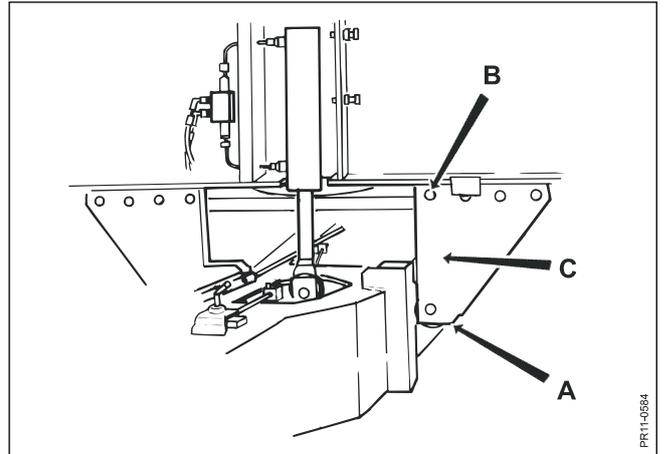

Fig. 9.8
Fig. 9.8 Die Stützrollen für den Kipprahmen (A) sollen sichern, daß kein unnötige Spiel zwischen dem Unterbau und Mischbehälter auftritt. Eine spiel- und friktionsfreie Führung garantiert eine stabile und gute Gewichtsmessung.